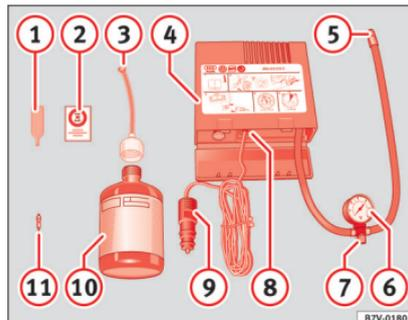

Abb. 94 Prinzipdarstellung: Bestandteile des Pannensets
Das Pannenset befindet sich im Gepäckraum unter dem Bodenbelag. Es besteht aus folgenden Bestandteilen » Abb. 94:
Den Reifenfüllschlauch » Abb. 94 ⑤ wieder anschließen und den Reifenfülldruck an der Reifenfülldruckanzeige ⑥ ablesen.